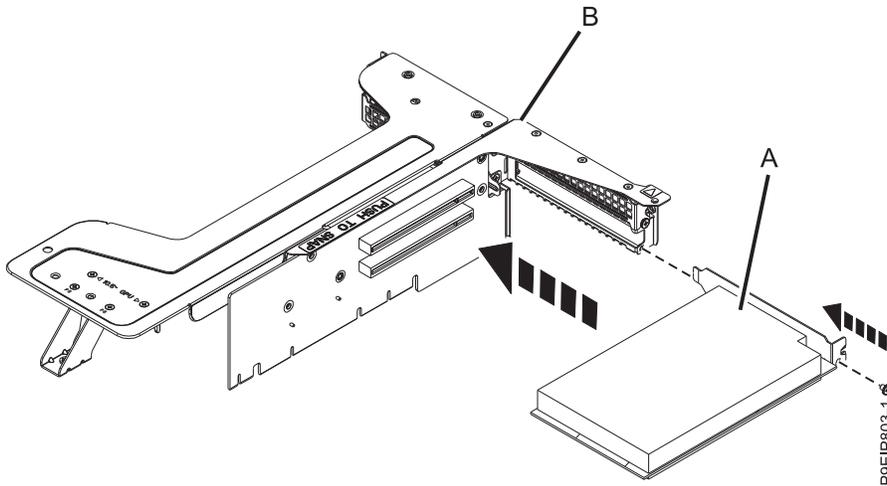

図 54. PCIe ライザーの位置 1 へのアダプターの挿入
- b. PCIe アダプター (A) を PCIe アダプター・ライザー (B) の位置 1 に挿入します (52 ページの図 54 を参照)。